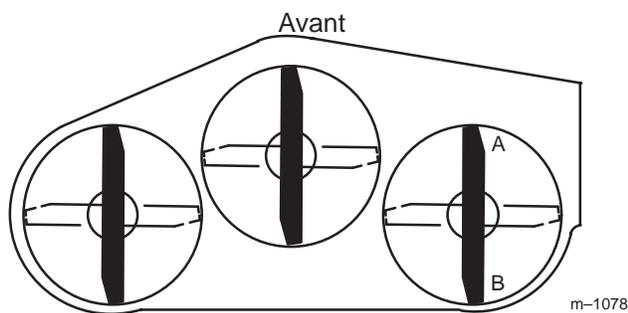
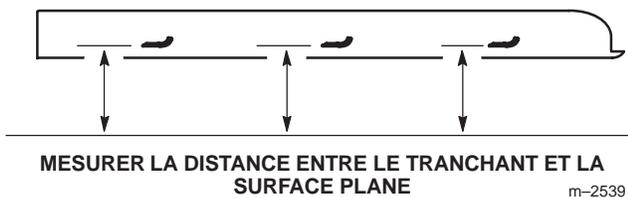

Figure 68
Figure 69
1. Tournez la lame **droite** à 180° (Fig. 68).
2. Mesurez la distance au point **A** (Fig. 68) entre la surface plane et le tranchant de la pointe de la lame droite (Fig. 69).
4. Mesurez la distance au point **B** (Fig. 68) entre la surface plane et le tranchant de la pointe de la lame droite (Fig. 69).
6. La lame doit être **plus basse de 6 à 10 mm (1/4 à 3/8 pouce) au point A qu'au point B** (Fig. 68). Si ce n'est pas le cas, passez aux étapes suivantes.